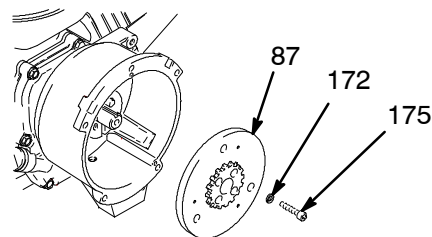

Fig. 7
9. Fig. 7. Brug en slagskruenøgle, eller sæt en genstand mellem tændspolen (87) og koblingshuset for at holde motorakslen under afmontering.
10. Fjern de fire skruer (175) og låseskiverne (172).
11. Afmonter tændspolen (87).